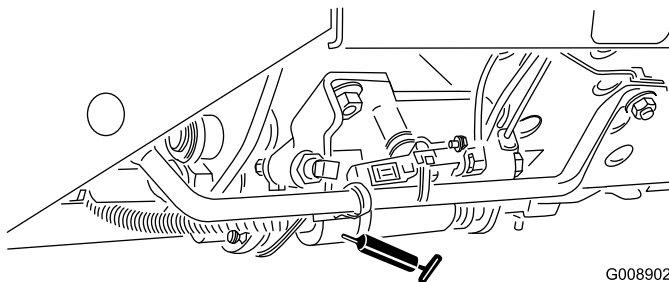

Figura 39
- Mando segar/transportar (Figura 39)